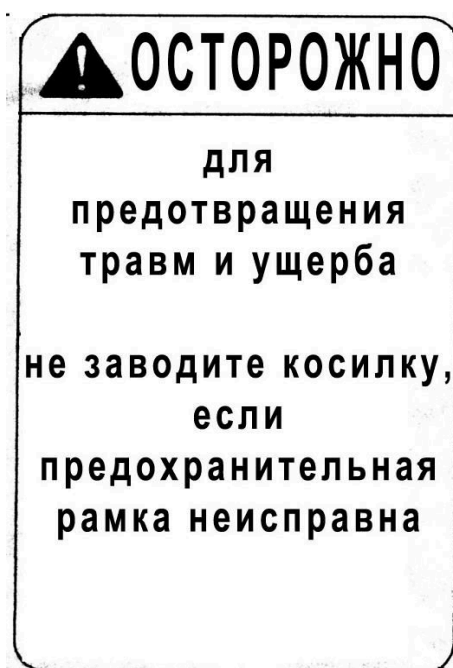

рис. 1 Наклейки для безопасности
**Внимание:** Держите руки и ноги в стороне от области бокового выброса (см. Рис.1) Функционирование любой газонокосилки может привести к выбросу посторонних предметов. Поэтому всегда используйте специальные защитные очки или маски. Во время процесса косы необходимо использовать крепкие сапоги и длинные брюки. Не косите без обуви или в лёгких сандалиях.